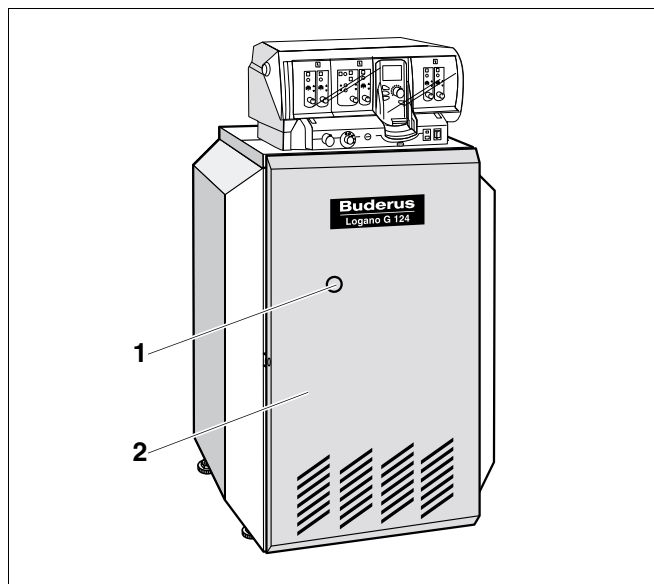

Рис. 5 Устранение неисправностей горелки
При возникновении неисправности горелки на отопительном котле загорается сигнальная лампочка (рис. 5, поз. 1).
- Нажмите кнопку подавления помех на горелке (рис. 5, поз. 1) через отверстие в ее коже.